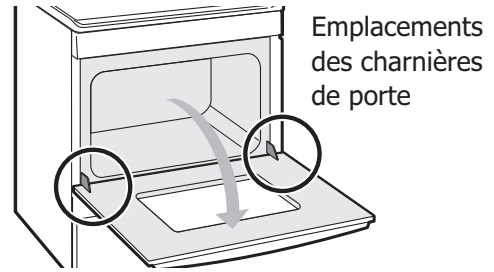

Figure 43 : Emplacement des charnières de porte
1. Ouvrir complètement la porte du four, parallèle au plancher (voir Figure 43).
3. Ouvrir complètement la porte du four, parallèle au plancher (voir Figure 43).